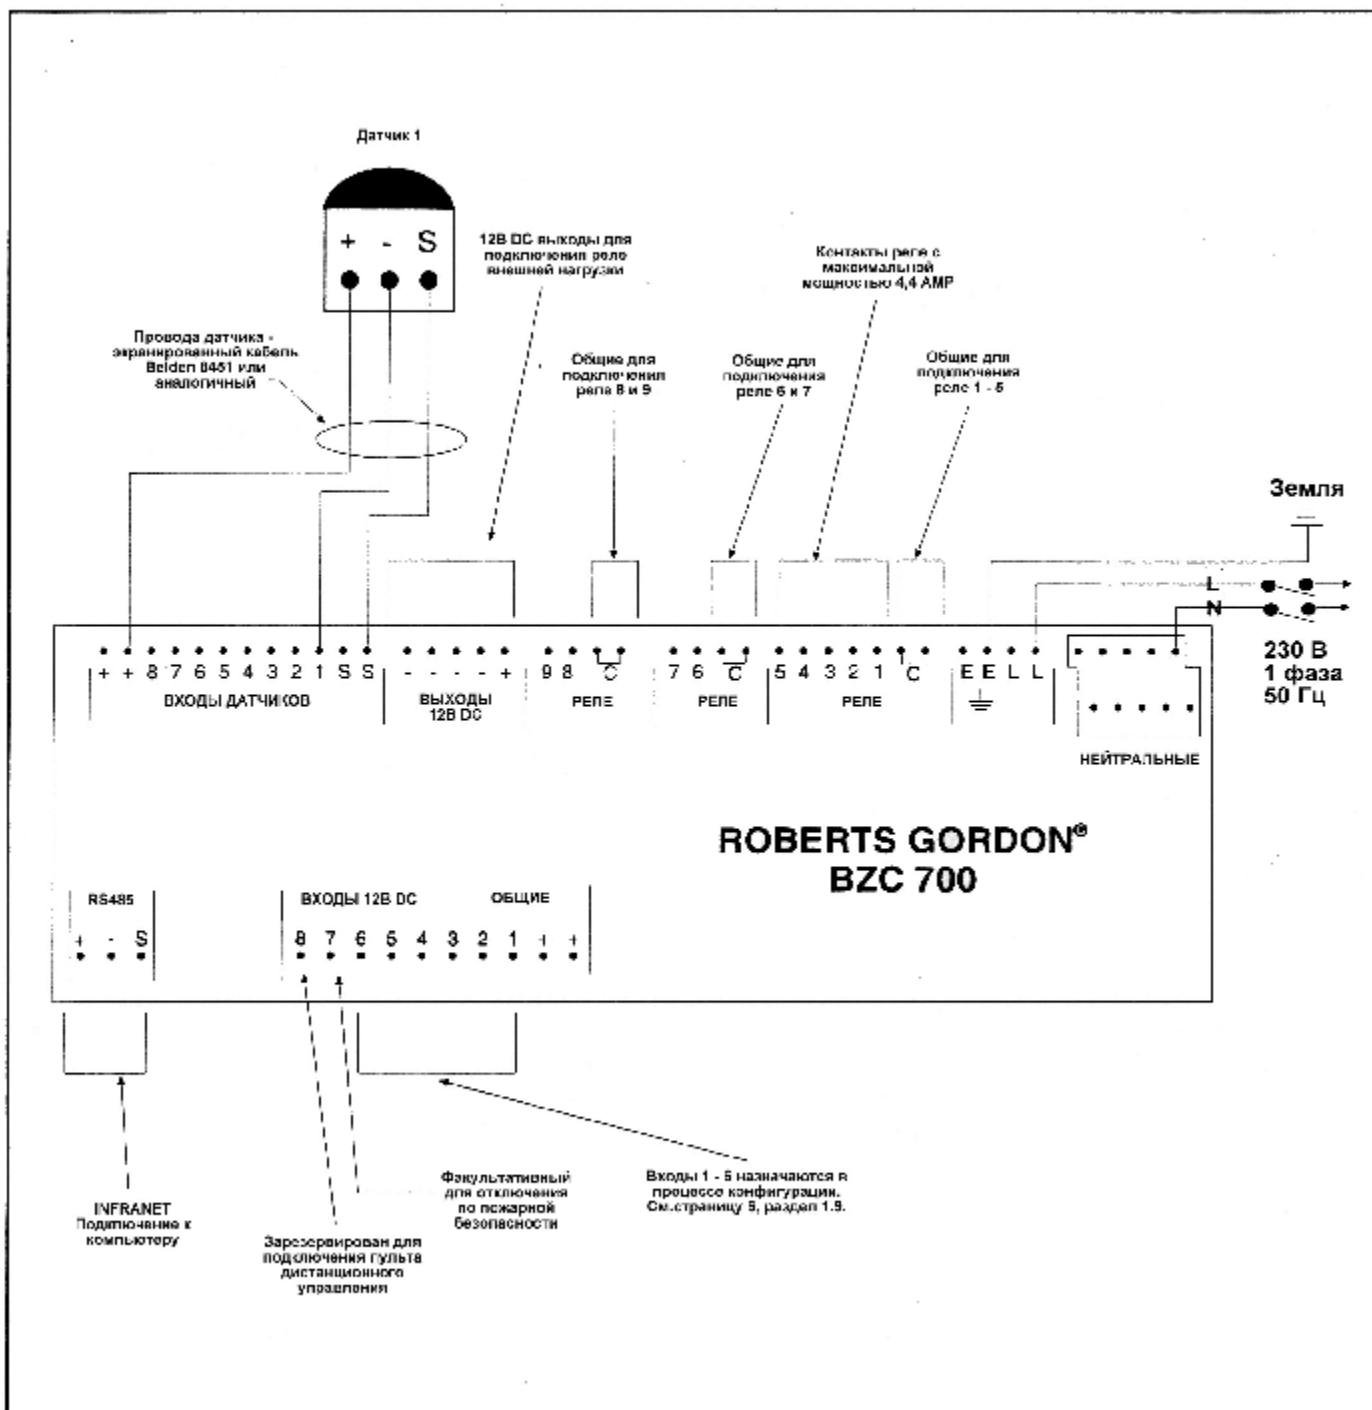

РИСУНОК 2 Схема внутреннего соединения
- Рисунок 2 Схема внутреннего соединения
Таблицы, приведенные на Странице 4, Раздел 1.7, Рисунок 3 показывают распределение реле и входов, которые будут в результате конфигурации панели для образца расположения оборудования, приведенного на странице 2, Раздел 1.5, рисунок 1. Все выходы с маркировкой от RL1 до RL5 - это контакты реле, которые указаны на Странице 3, Раздел 1.6, рисунок 2.